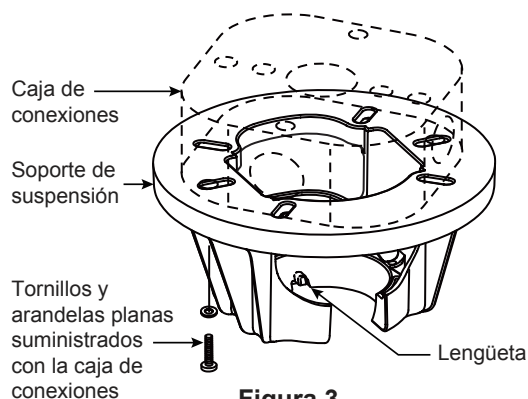
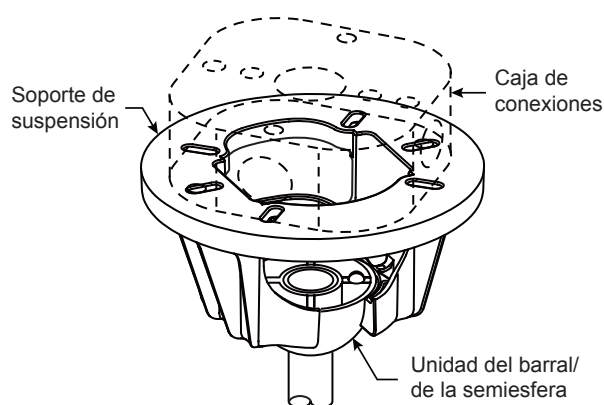

Figura 3
Figura 4
- ☐ 1. Fije bien el soporte de suspensión a la caja de conexiones con los tornillos y las arandelas planas suministrados con la misma. (Figura 3)
NOTA: Se deben pasar los tornillos de la caja de conexiones a través de los orificios que se encuentran en el soporte de suspensión. (Figura 3)
- ☐ 3. Con cuidado, levante el ventilador y apoye la unidad del barral/de la semiesfera en el soporte de suspensión que acaba de fijar a la caja de conexiones. (Figura 4) Asegúrese de que la ranura en la semiesfera esté alineada con el reborde del soporte de suspensión. (Figura 3)